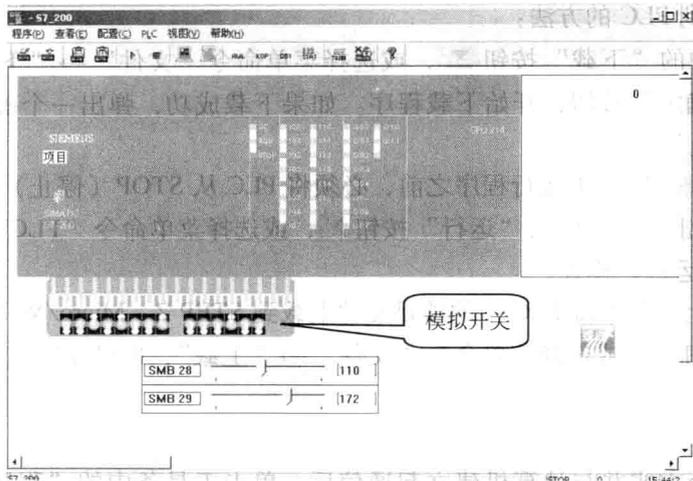

图 1.12 仿真软件界面
(2) 仿真软件的启动。执行 S7-200.EXE 文件, 就可以打开仿真软件。单击屏幕中间出现的窗口, 在密码输入对话框中输入密码“6596”, 进入仿真软件, 如图 1.12 所示。